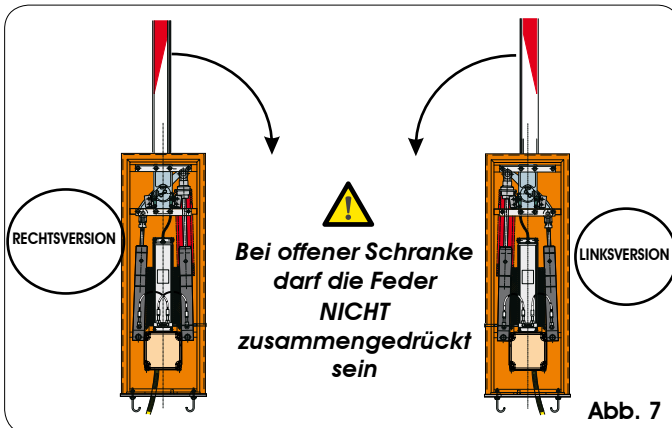
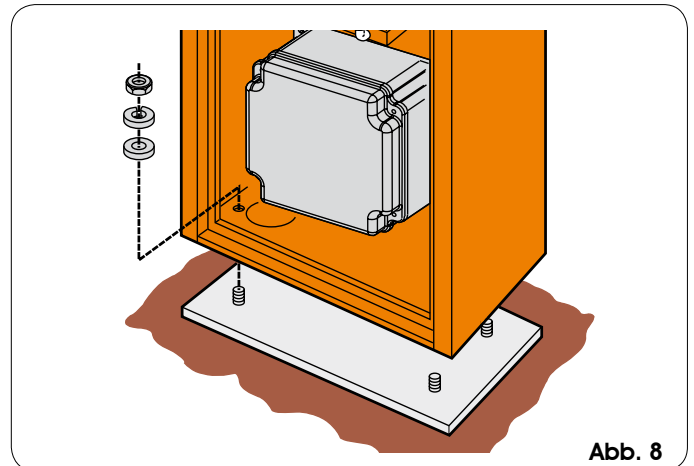

Abb. 7
Abb. 8
- 1) Den Pfosten mit den vier im Lieferumfang enthaltenen Schrauben (Abb. 8) auf der Fundamentplatte befestigen und die Konfiguration der Schranke (siehe Abbildung 7) prüfen. Die Klappe des Pfostens muss normalerweise ins Innere des von der Schranke abgeschlossenen Bereichs gerichtet sein.